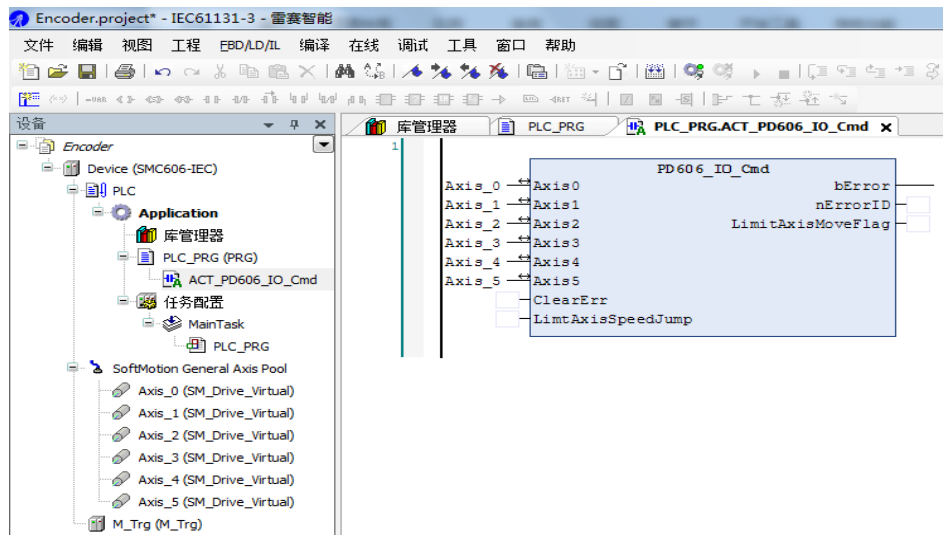

图 9.1 初始化模块
2) 添加脉冲方向和硬件 IO 处理模块：右击 PLC\_PRG，选择“添加对象”-“动作”，命名 ACT\_PD606\_IO\_Cmd，编程语言为梯形图 LD，双击进入程序编辑区，添加 PD606\_IO\_Cmd 模块并在指令中填上对应的轴号。如图 9.1 所示。